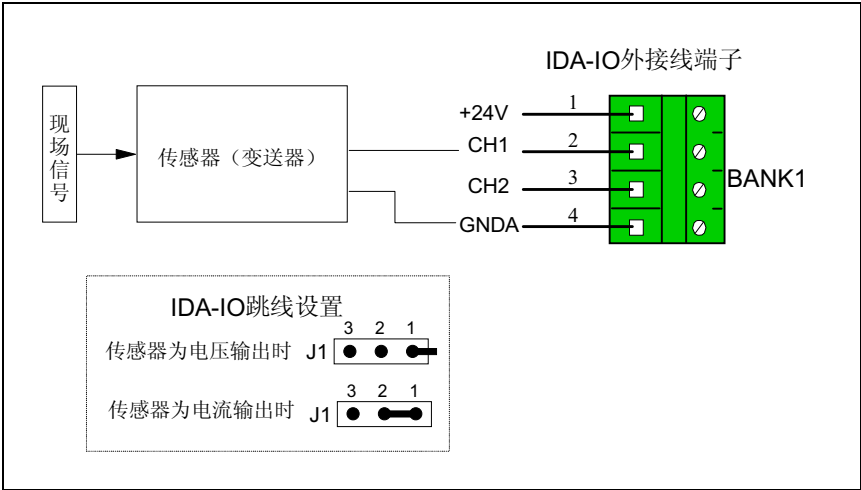

图9-9 有源二线制接线示意图
4. 外接传感器或变送器为二线制输出，不需提供电源时，如输出为0V~10V电压型模拟量传感器，输出为4mA~20mA电流型模拟量传感器以及输出为直流有源开关量传感器（例：S3-K2交流电压开关量变送器）等，具体接线方法如图9-9所示。当输出为电流时，软件应将此通道设为直流电流量通道；当输出为电压时，软件应将此通道设为直流电压量通道。